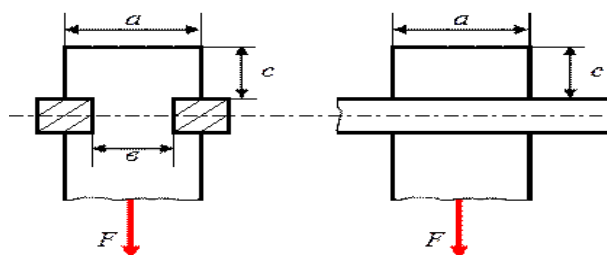

Рисунок 2.
2. Деревянный брус квадратного сечения,  $a = 180$  мм (рис.2) подвешен на двух горизонтальных прямоугольных балках и нагружен растягивающей силой  $F = 40$  кН. Для крепления на горизонтальных балках в брус выполнены две врубки до размера  $b = 120$  мм. Определить возникающие в опасных сечениях бруса напряжения растяжения, среза и смятия, если  $c = 100$  мм.